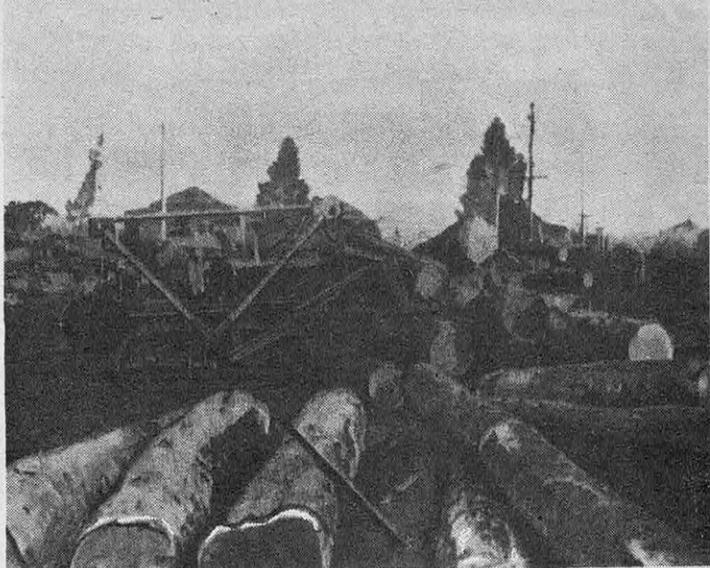

FIG. 6. — DÉBARDAGE DE GRUMES
- débiter le tronc en rondins ; débarder les grumes (fig. 6) ;